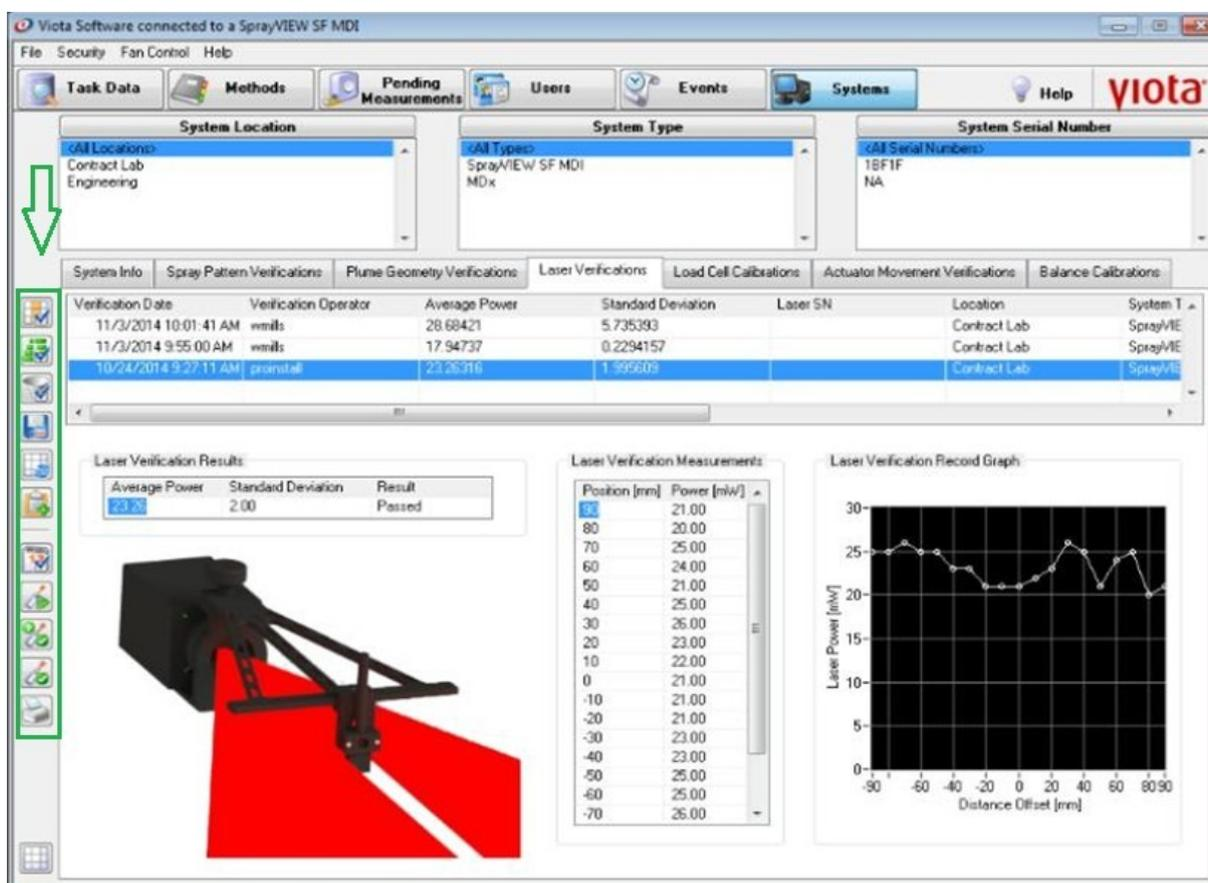

Figura 64. Guia Verificações do laser. Visualização de aprovações da verificação do laser.
- Clique no botão *Approve Laser Verification* e aprove o registro de verificação do laser conforme Figura 64, e quando solicitado insira seu registro eletrônico, com o clique na assinatura. Assim que um registro de verificação do laser for aprovado, uma marca de aprovação aparece a esquerda da primeira coluna. Filtre os registros de verificação do laser alternando os seguintes botões:
- Clique no botão *Show Only Approved Laser Verifications* para ver apenas verificações do laser aprovadas, conforme Figura 64.
- Clique no botão *Hid Approved Laser Verifications* para ocultar verificações do laser aprovadas, conforme Figura 64.
- Clique no botão *Show All Laser Verifications* para ver todas as verificações do laser, conforme Figura 64.
h) Imprima um relatório de resultados de verificações do laser estando no modo gráfico/tabular dividido, selecione o registro da tarefa e clique no botão *Printing Report* na aba que contém uma impressora conforme Figura 64. O relatório será gerado no formato PDF e inclui todas as informações relevantes do sistema e do usuário (por exemplo, nome de usuário, número(s) de série/produto), o gráfico de registro de verificação, uma Tabela dos resultados registrados (incluindo os limites dos critérios de aceitação) eo status do teste (por exemplo, aprovado ou reprovado).